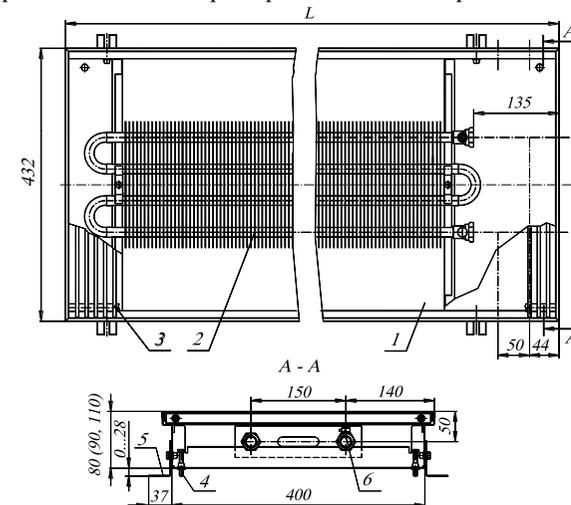

Рис. 1 Конвектор КРК 43.08(09,11).060...310 - П
4.1. Конвектор или каждая секция конвектора состоит из следующих основных элементов (см. рис.1,2):